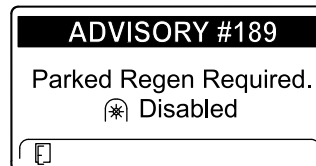

Figura 45
- Se não efetuar uma regeneração em estacionamento dentro de 2 horas, o InfoCenter indica que é necessária uma regeneração em estacionamento — tomada de força desativada AVISO N.º 189 (Figura 45).